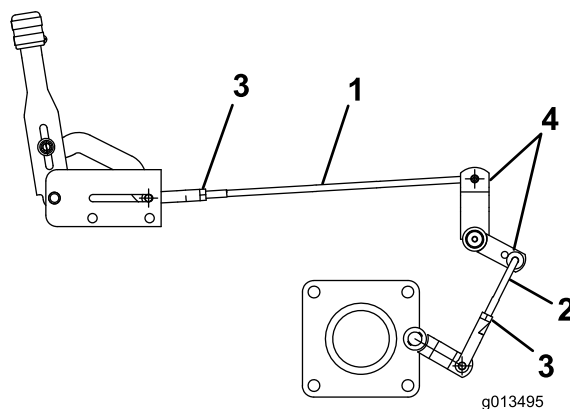

Bild 26
2. Lösen Sie die Klemmmuttern an der Aktuatorstange (Bild 26). Nehmen Sie den Splint ab, mit dem die Aktuatorstange befestigt ist. Drehen Sie die Stange, um die Länge der Aktuatorstange zu verlängern oder zu verkürzen. Setzen Sie die Aktuatorstange mit einem neuen Splint ein und befestigen Sie die Klemmmutter.